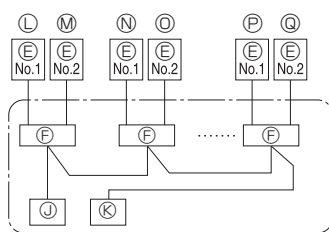

Fig. 6-2
### 6.1. Udendørs enhed (Fig. 6-1, Fig. 6-2)
- (1) Afmonter servicepanelet.
- (2) Før kablerne som angivet i Fig. 6-1 og Fig. 6-2.